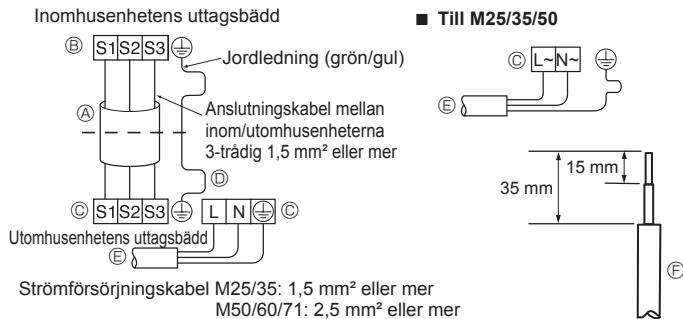
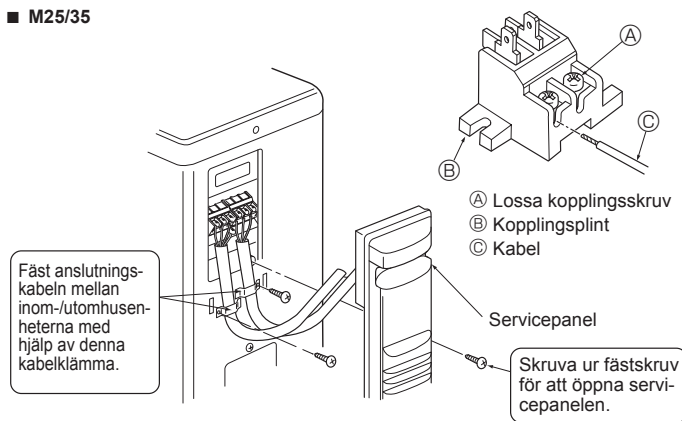
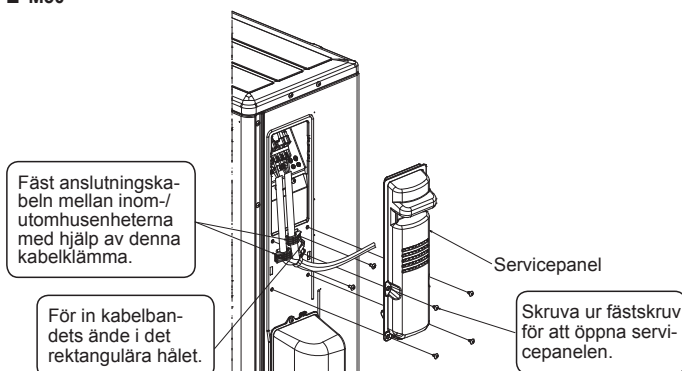

Fig. 6-2
Fig. 6-3
Fig. 6-4
6.1. Utomhusenhet (Fig. 6-1, Fig. 6-2, Fig. 6-3, Fig. 6-4)
- ① Ta bort servicepanelen.
- ② Anslut kablarna med hänvisning till Fig. 6-1, Fig. 6-2, Fig. 6-3 och Fig. 6-4.
- Utför ledningsdragningen enligt diagrammet till vänster. (Köp in kabeln lokalt) (Fig. 6-2)